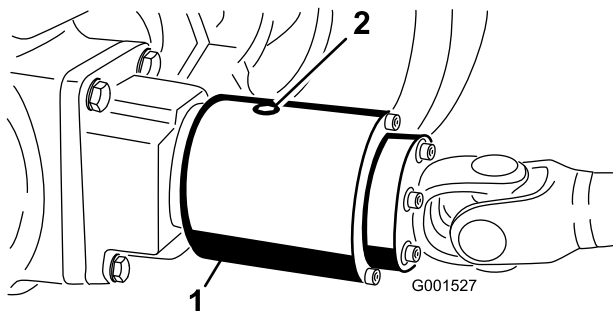

Bild 55
3. Drehen Sie die Kupplung, sodass die Ablassschraube nach unten zeigt (Bild 55).